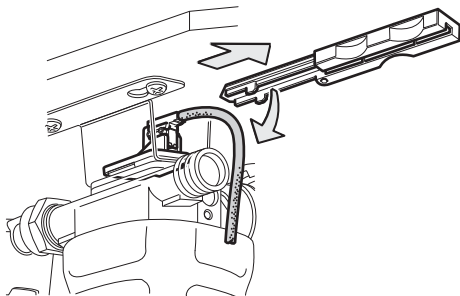

Abb. 10
- ▶ Wenn das Kabel frei hängt, Montagehilfe herausziehen. Der Geber verbleibt in dem Halter. (Abb. 10).